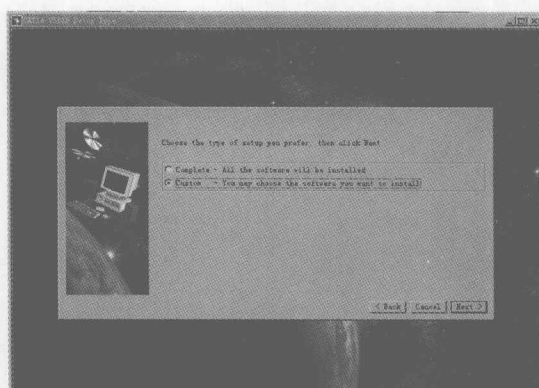

图 1-4 安装提示界面 4
- （4）单击 Next 按钮，出现如图 1-4 所示的提示框，提示安装类型，可选择完全安装，也可选择手动选择模式，如图 1-4 所示。